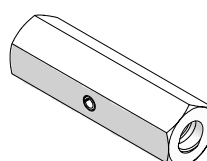

Abb. 20.5 Verbindungsmutter
(Abb. 20.5), zum Verlängern der in der Bodenplatte einbetonierten Verankerungen mit Ankerstäben. Die Mutter besitzt ein DW-Gewinde. Zulässige Tragkraft in kN und Schlüsselweite (SW) in mm: